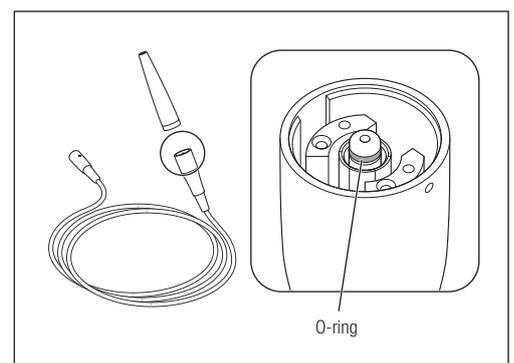

Fig. 44
2) Rimuovere l'O-ring da sostituire con un ago, ecc. (Fig. 44).